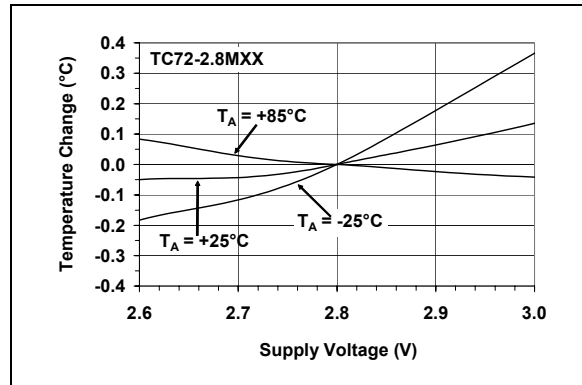
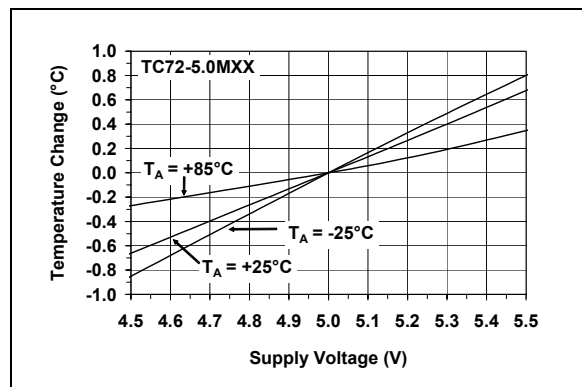

图 2-5: 温度精度—供电电压曲线 (TC72-2.8MXX)
图 2-6: 温度精度—供电电压曲线 (TC72-5.0MXX)
- 注 1: TC72-2.8MXX、TC72-3.3MXX 和 TC72-5.0MXX 可工作在 2.65V 至 5.5V 的供电电压范围内。但是, TC72-2.8MXX、TC72-3.3MXX 和 TC72-5.0MXX 却是分别在 2.8V、3.3V 和 5.0V 的标称工作电压下测试和规定的。如果 V_{DD} 电压与标称工作电压不同, 则精度可能会降低。请参见图 2-5 和图 2-6。
注 1： TC72-2.8MXX、TC72-3.3MXX 和 TC72-5.0MXX 可工作在 2.65V 至 5.5V 的供电电压范围内。但是，TC72-2.8MXX、TC72-3.3MXX 和 TC72-5.0MXX 却是分别在 2.8V、3.3V 和 5.0V 的标称工作电压下测试和规定的。如果 V_{DD} 电压与标称工作电压不同，则精度可能会降低。请参见图 2-5 和图 2-6。